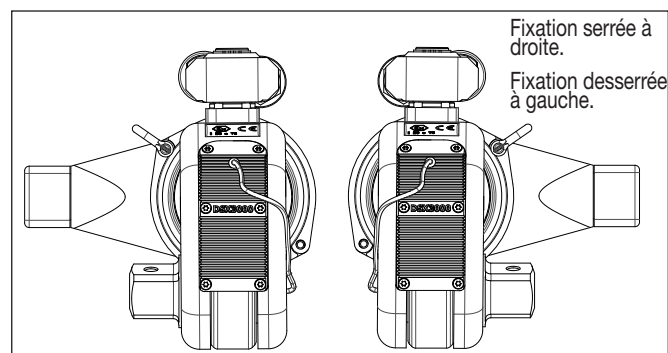

Figure 3 : sens du carré conducteur pour le desserrage/serrage
- Pour serrer les boulons, installez le carré conducteur à l'endroit indiqué sur la figure 3.